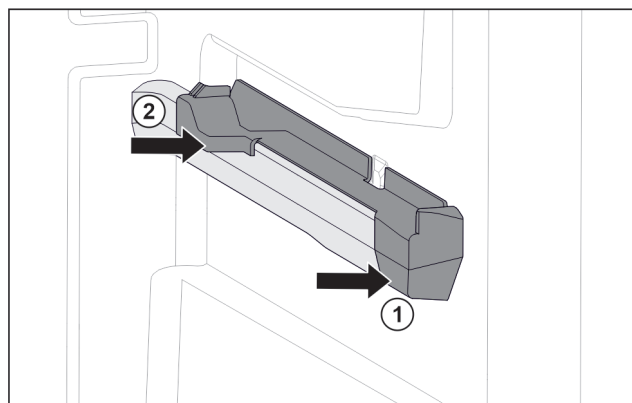

Fig. 108 Element nasadzany na prawym żębrze pojemnika
- Umieścić element nasadzany z przodu na żębrze pojemnika. Fig. 108 (1)
- Docisnąć element nasadzany z tyłu. Fig. 108 (2)